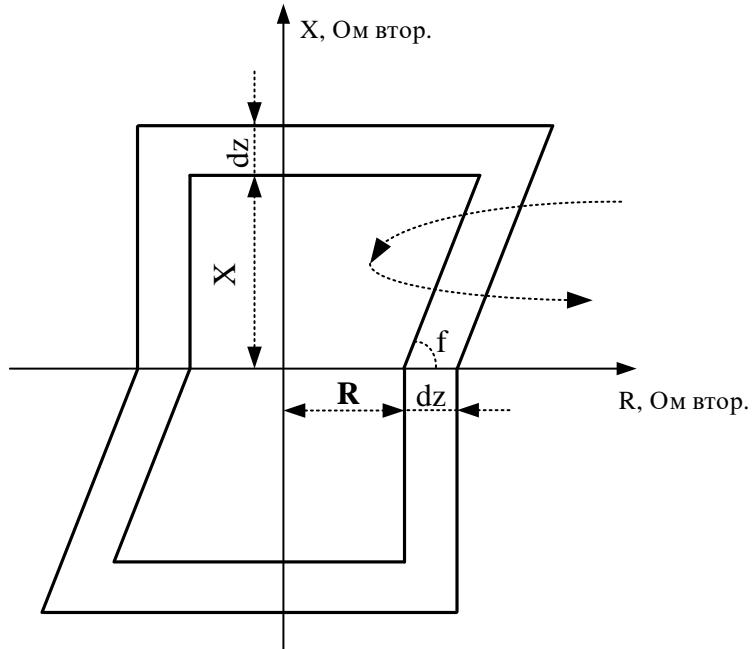

Рисунок 6.17 – Характеристика блокировки при качаниях
2. Рабочая точка перемещается из внешней зоны в зону действия (рисунок 6.17), при этом находится в дельта-зоне больше заданного времени T_{dz} . Для качаний частотой до 4–5 Гц $T_{dz}=20$ мс.